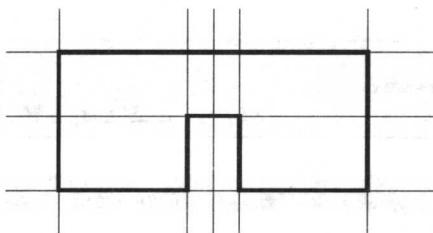

图 1-24 绘制新建建筑物轮廓
- (2) 如果没有打开线宽模式，单击系统的最下面的**线宽**按钮，打开线宽模式。
- (3) 单击“直线”按钮 $\checkmark$ ，捕捉各个辅助线对应的交点，绘制新建建筑的大致外轮廓，绘制结果如图 1-24 所示。